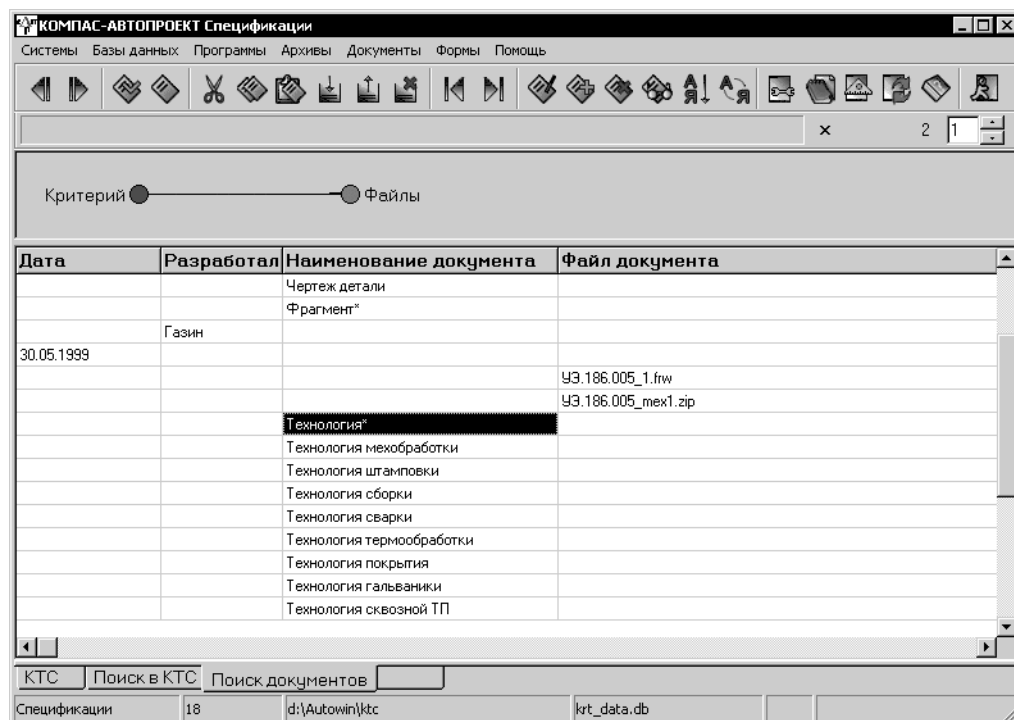

Рис. 3.34. Многокритериальный поиск данных
- ▼ Второй вариант поиска — многокритериальный. Примером реализации этого поиска может служить режим **Поиск документов** в КОМПАС-АВТОПРОЕКТ-Спецификации (рис. 3.34).